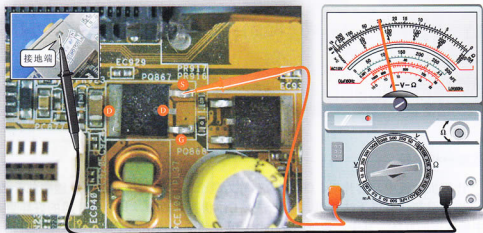

图18-9 万用表检测场效应晶体管的输出端电压
(1) 如图18-9所示, 用万用表检测场效应晶体管源极S输出端电压, 黑表笔接地不变, 红表笔搭在该晶体管的源极S引脚上。